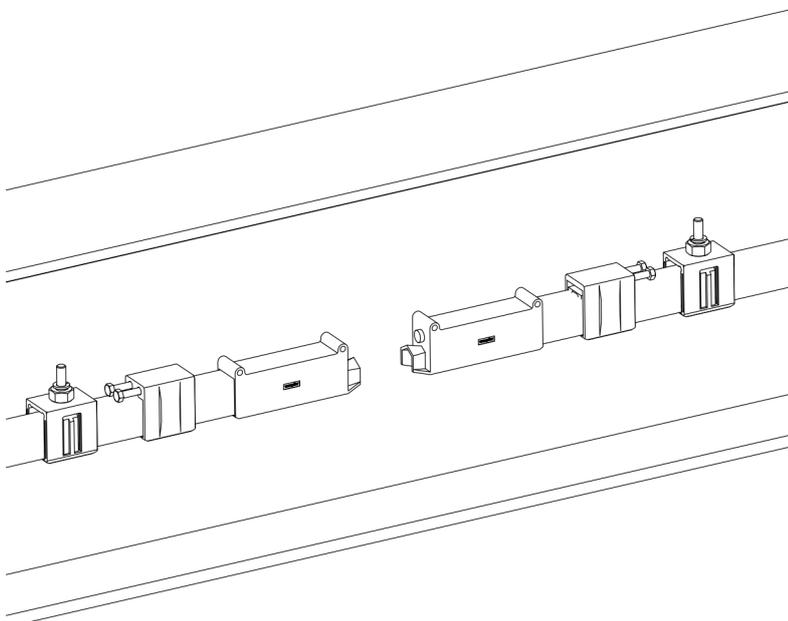

Fig. 92 : La griffe de suspension, le point d'ancrage et le capot d'extrémité sont montés aux deux extrémités du rail.
- Monter le capot d'extrémité (pos. 3) (voir le chapitre 6.4.3.9).
- Faire glisser la griffe de suspension et le point d'ancrage également à la deuxième extrémité du rail et monter le capot d'extrémité (voir Fig. 92).